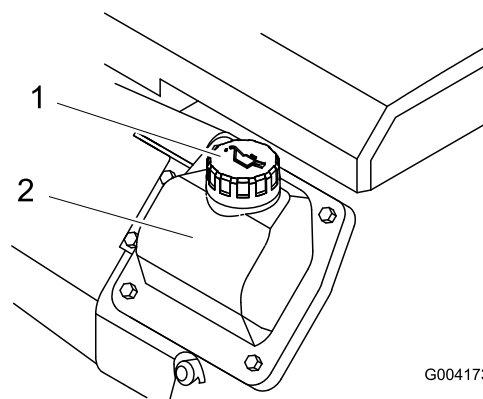

Bild 16
8. Reinigen Sie bei niedrigem Ölstand den Bereich um den Ölfülldeckel und nehmen den Deckel ab (Bild 16).